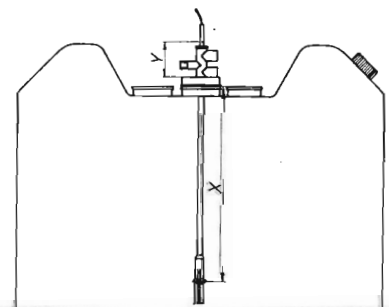

Abb. 11
**6.** Das Maß Y in der Tabelle dient zur Kontrolle, wenn der Grenzwertgeber am Tank montiert ist (siehe Abb. 11 + 13).
4. Einstellmaß  $>X<$  einstellen (siehe Abb. 11+13).